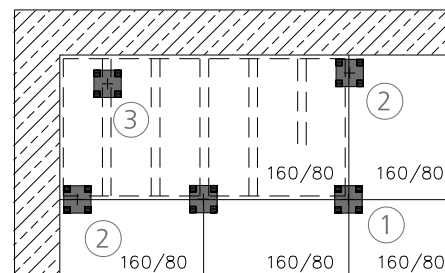

Fig. 9.2
- à la jonction de deux panneaux en rive de dalle, ② (sous le profil longitudinal) (Fig. 9.2 et 9.4)